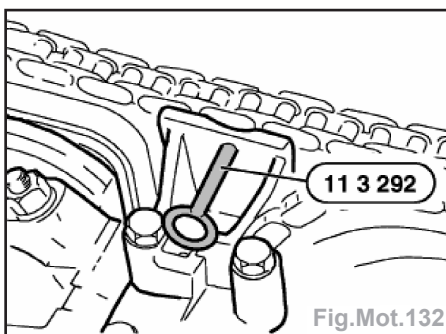

Fig.Mot.132
- Presser en haut le tendeur de la chaîne secondaire et le verrouiller avec l'outil **11 3 292** (Fig.Mot.132).